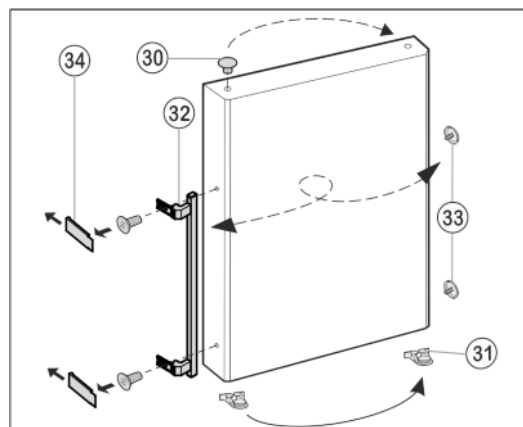

Fig. 11
- ▶ Enlever le bouchon Fig. 11 (30) du coussinet de la porte et le permuter de l'autre côté.
- ▶ Démontez la poignée de porte Fig. 11 (32), les bouchons Fig. 11 (33) et les plaques d'appui\* Fig. 11 (34) et les permuter sur le côté opposé.